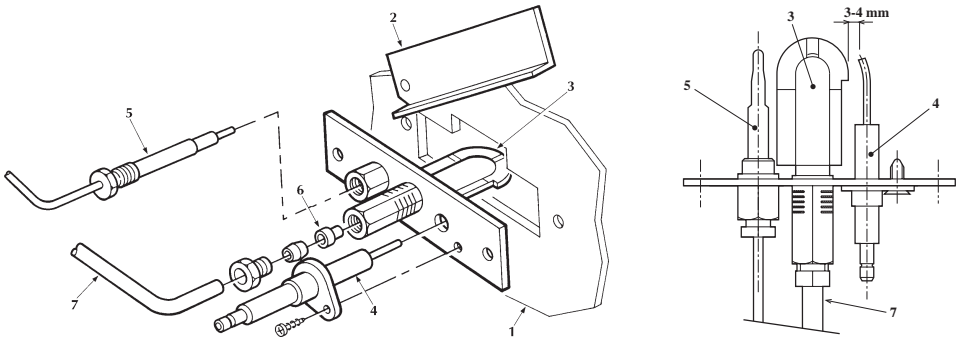

Fig. 9
Smontare il bruciatore pilota (fig. 9).
*Sostituire l'elettrodo o posizionarlo correttamente (vedi fig. 9).*